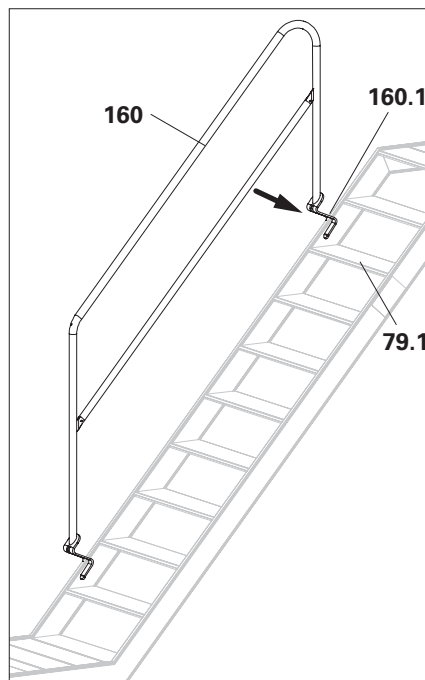

Fig. A8.06a
1. Fissare il parapetto scala UAG alla traversa della scala utilizzando gli agganci (**160.1**). (Fig. A8.06a)